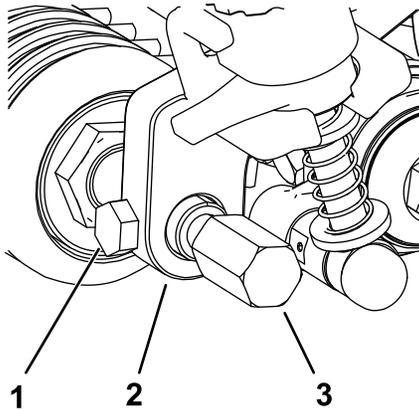

**Bild 23**
- Fluchten Sie die Einstellerarmstange in der Nähe der Riemenscheiben mit dem Einsteller-Stelling an der Riemenscheibe aus und befestigen sie mit einem Einstellerstift und einem Splint (Bild 23).